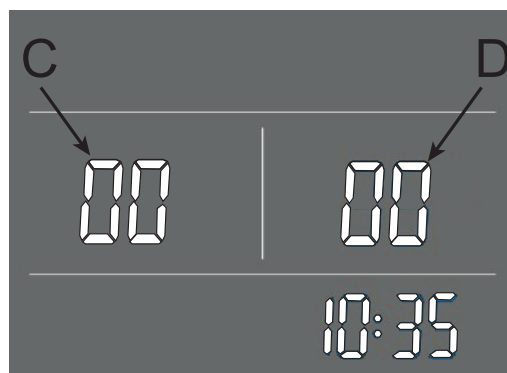

Figura 6-4 - Modifica di un parametro
5.-adesso si entra nella lista dei parametri, dove "C" è il parametro e "D" il valore del parametro, vedi Figura 6-4;